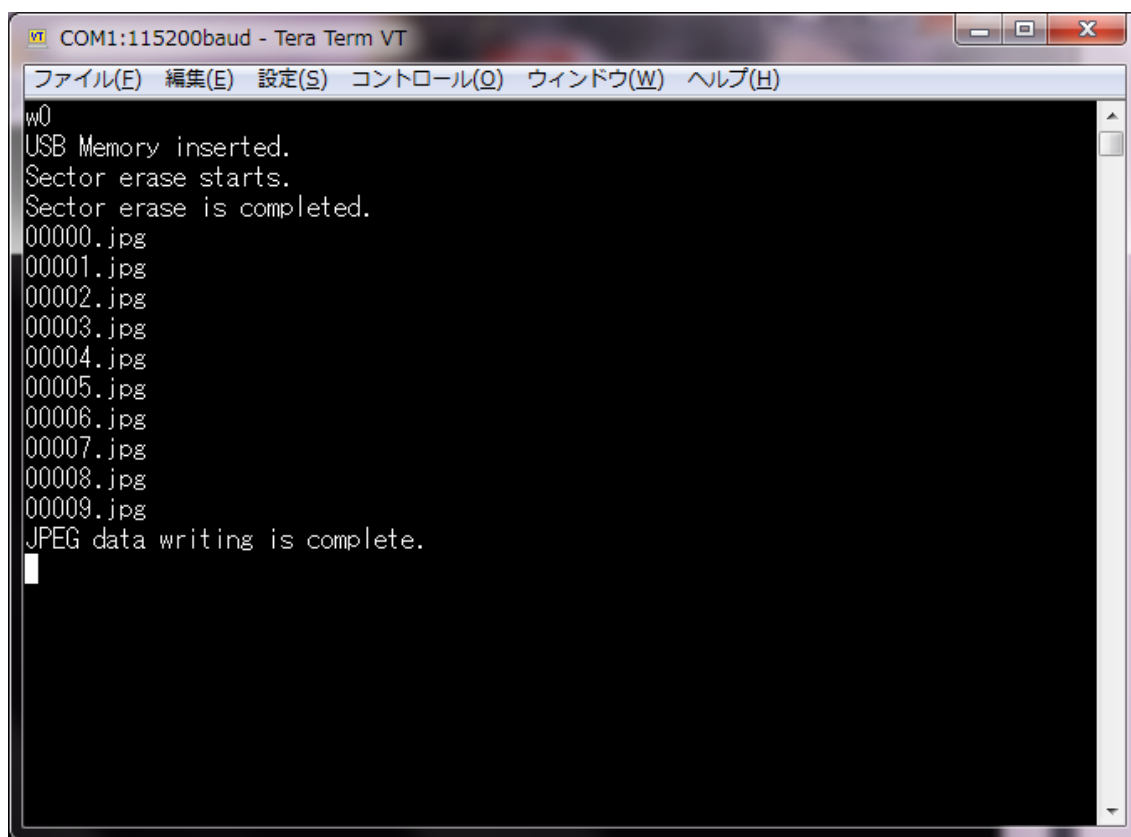

図 7-2
- (1) 項目 7-1 の内容に従って、JPEG 画像データを入れた USB メモリを用意します。
- (2) USB メモリを挿入します。
- (3) TeraTerm 等の通信ソフトを起動し、通信設定を行います。
- (4) 図 7-2 の様に “w0” と文字を入力した後、リターンキーを押して文字を送信します。
登録処理が正常に完了しますと、図 7-2 の様に “JPEG data writing is complete.” と表示されます。